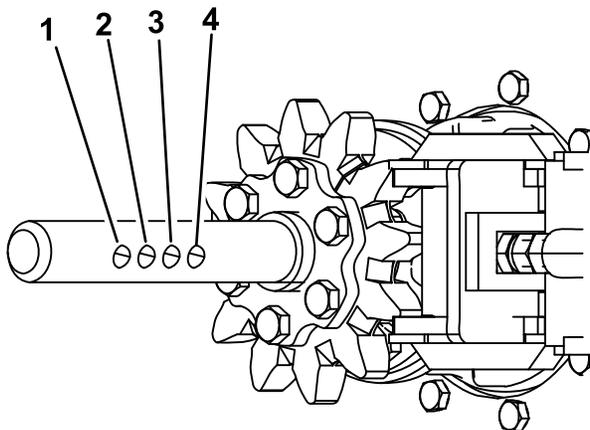

Figura 6
- Utilice el perno y la tuerca retirados anteriormente del sinfín para sujetarlo en los taladros correctos, como se muestra en la Figura 6.